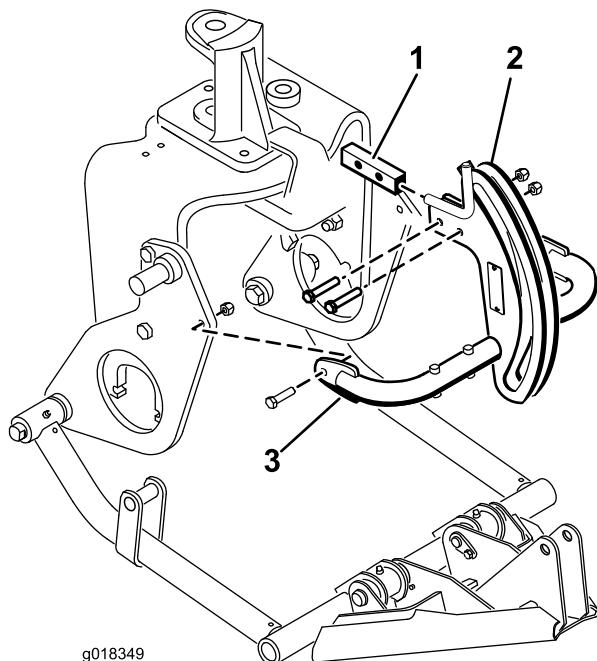

Рисунок 14
6. Установите верхнюю часть рамы сцепки на кронштейне рамы сцепки с помощью 2 болтов (3/8 x 2 дюйма) и гаек (Рисунок 14).
7. Установите трубы рамы сцепки на плужных пластинах с помощью болтов (3/8 x 1-1/2 дюйма) и гаек (Рисунок 14), затем затяните детали крепления.